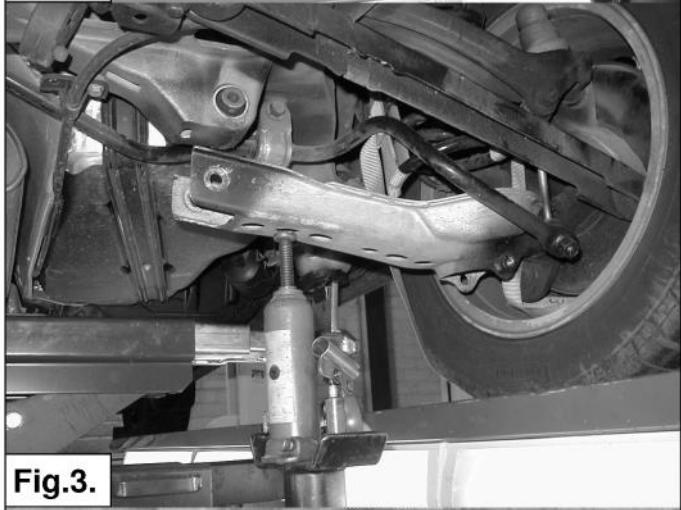

Fig.3.
4. Unterstützen Sie den Tragarm mit einem Wagenheber so daß der Bolzen des Tragarms und Hilfsgestel entfernt werden kann. Achten Sie darauf daß der Wagenheber sicher steht weil der Tragarm ist unter Federspannung. Sehe fig. 3.